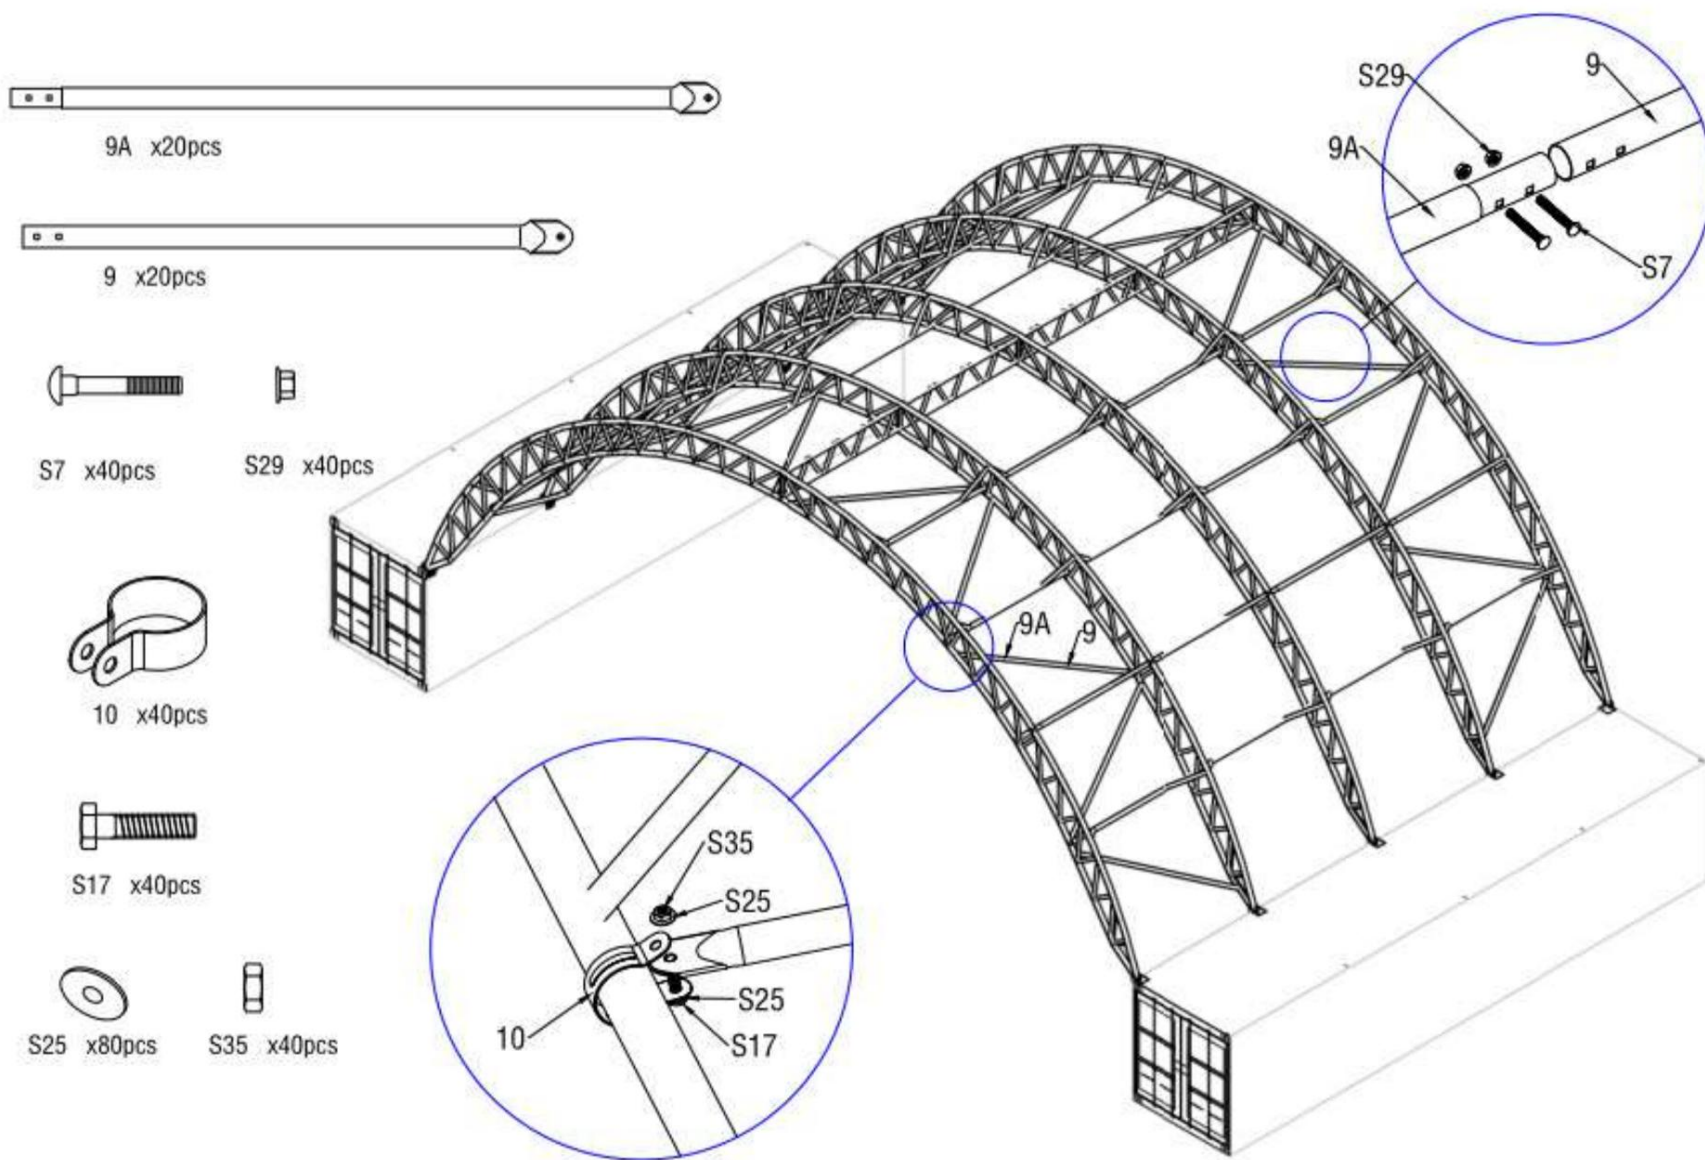

Figure 8
2.6. Connectez le tube de support diagonal (pièce n° 9) à l'arche en utilisant la pièce n° 10 comme le montre la figure 8.